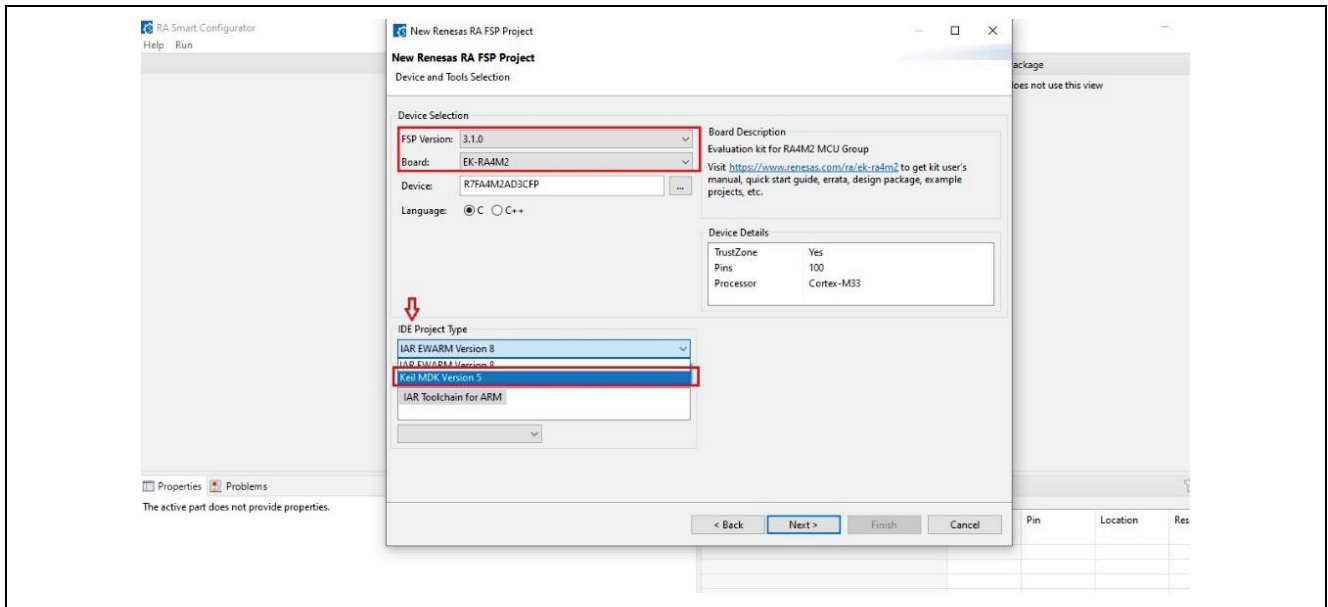

图 33. 选定工程类型
3. 下一步是选择所需的 FSP 版本和电路板。如图 33 所示，可在此选定 IDE 的工程类型。选择 **Keil MDK Version 5**。